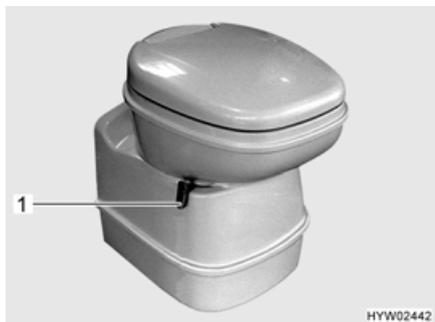
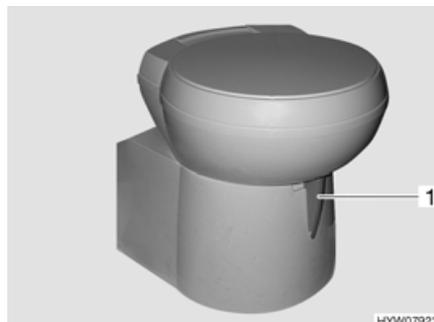

Fig. 204 Taza del inodoro Thetford, basculable
Fig. 205 Taza del inodoro Thetford, basculable (alternativa)
- Antes del lavado, abrir la corredera del inodoro Thetford. Para ello, empujar la palanca de corredera (Fig. 204,1 ó Fig. 205,1) en sentido contrario a las agujas del reloj.